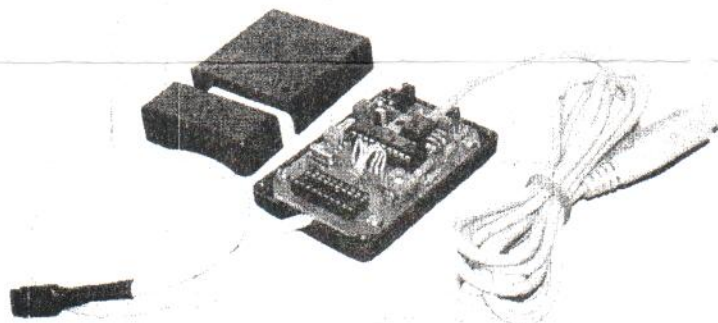
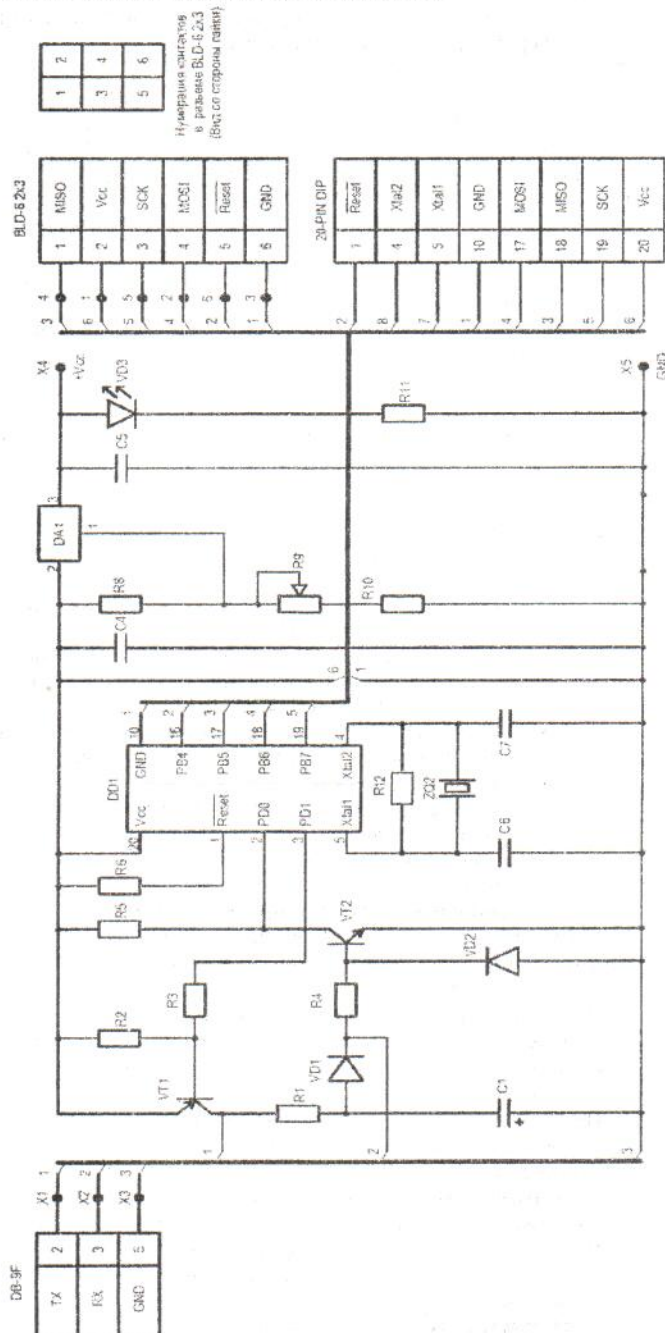

Рис.1 Общий вид устройства
Рис.2 Схема электрическая принципиальная
Общий вид устройства представлен на рис.1, схема электрическая принципиальная – рис.2.
Конструкция устройства позволяет монтировать программатор в корпусе BOX-G025 с использованием соответствующих монтажных отверстий (рис.1).
4. Используйте монтажные провода, распаяйте разъемы DB-9F и BLD-6 2x3 (нумерации контактов разъемов показаны на рис.2 и рис.5);